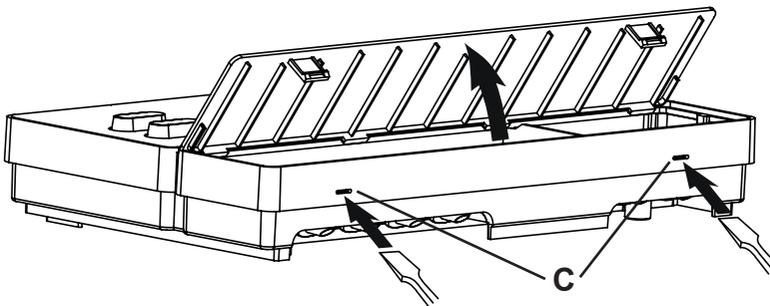

Fig.3 Retrait du couvercle du boîtier
2. Appuyez légèrement dans les fermetures à dé clic **C** avec un tournevis et retirez le couvercle du boîtier (voir **Fig.3**).